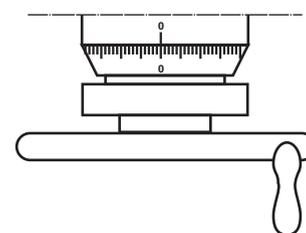

Fig. 2
c) Determine el valor de cada división del tambor graduado. (Fig. 2)